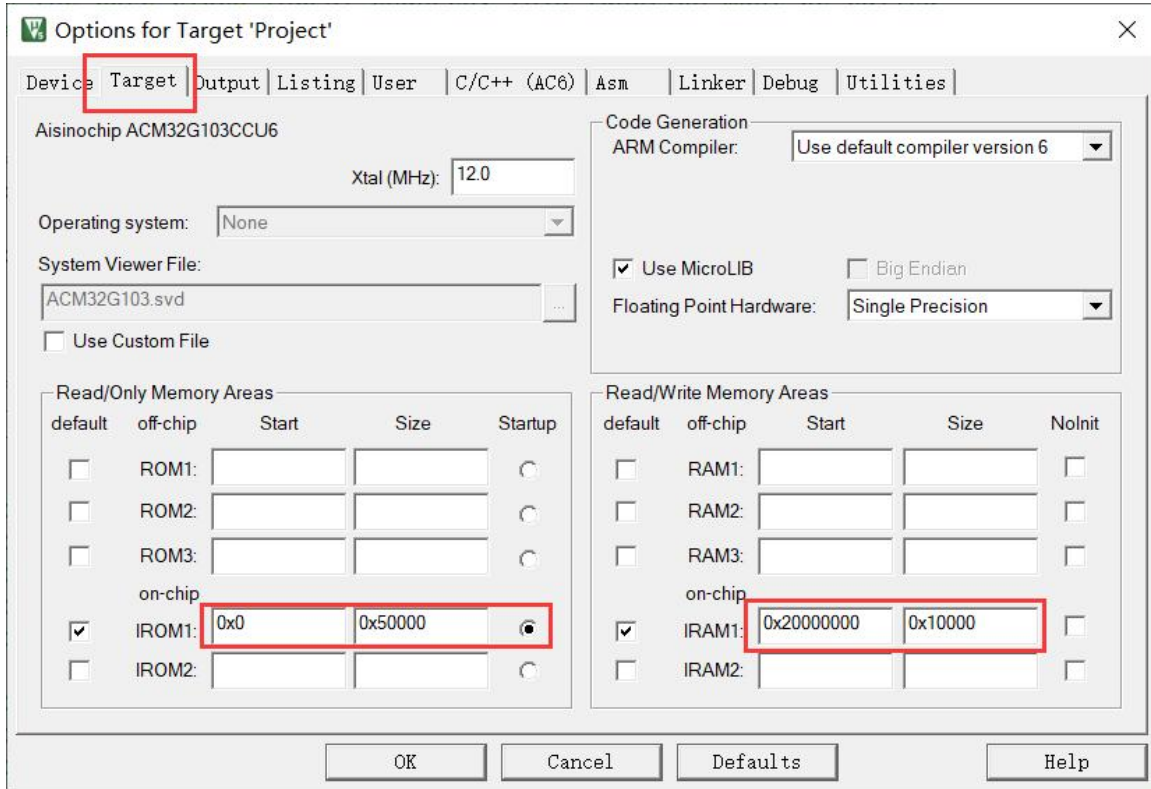

图 3-13 Target 配置
2) 如图 3-13 所示，IROM1 起始地址填 0，是 eflash 的起始地址，大小根据产品型号的参数填写（见数据手册），最大为 320KB 即 0x50000。ISRAM1 起始地址填 0x20000000，为 SRAM 的起始地址，大小根据产品型号的参数填写，最大为 64KB 即 0x10000。**编译器选择 version 6。**